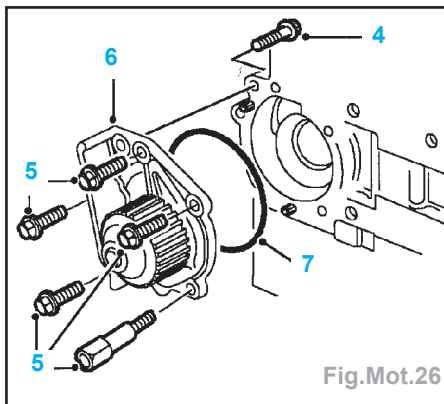

Fig.Mot.26
- Déposer le boulon (4) maintenant le couvercle arrière sur la pompe à eau (Fig.Mot.26).
- Enlever les boulons (5) maintenant la pompe à eau sur le bloc-cylindres.